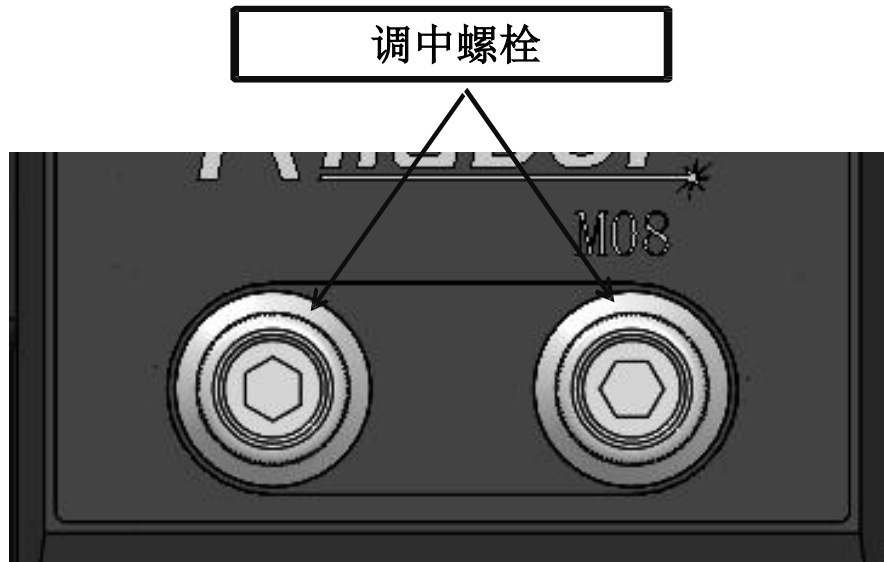

图2.2
- ① 为达到良好的切缝效果，激光光束必须保持在喷嘴中心，当偏离喷嘴中心时就需要通过光束调中模块进行调中，如下图2.2所示。